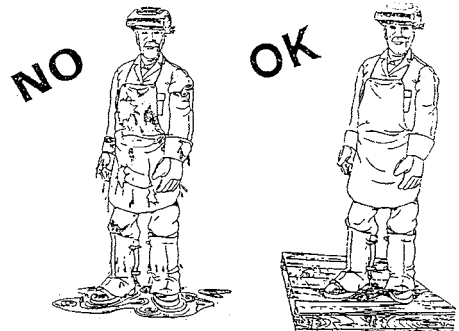

Fig.7
- reforzar la protección individual, el aislamiento del operador respecto al suelo y a la pieza que se va a soldar (Fig. 7)